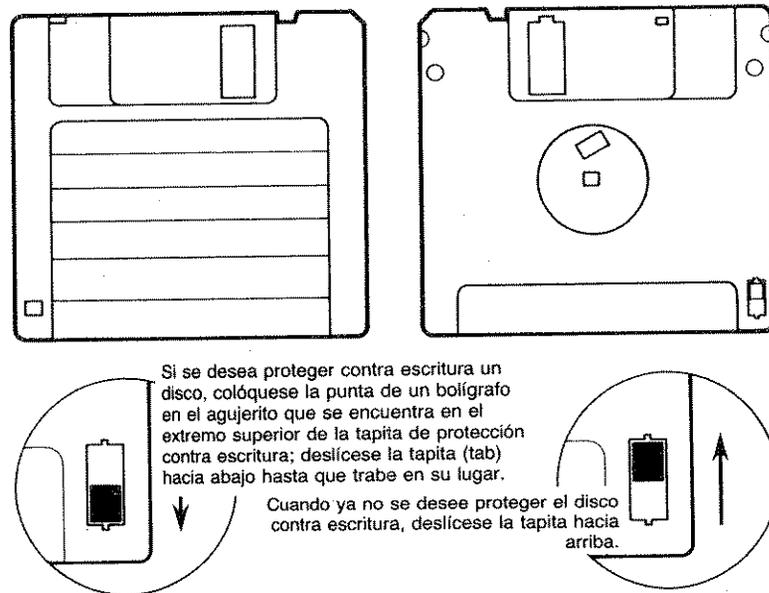

Figura 6: Tapita de protección contra escritura de la HP 9122
- Síganse las indicaciones de la Figura 6 si se desea proteger contra escritura un disco de registro bilateral, o las de la Figura 7 si se desea proteger contra escritura un disco de registro unilateral.